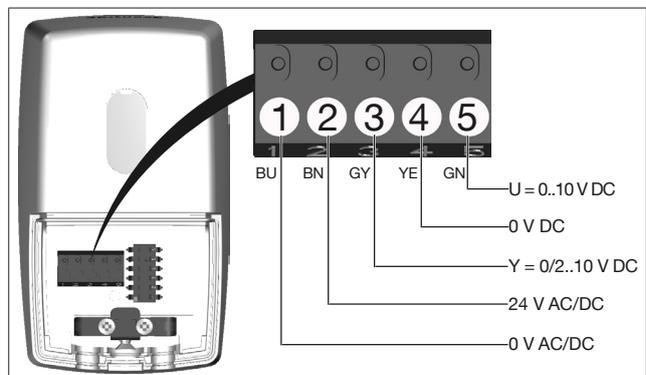

Fig. 5: Disposition des raccordements - réglage progressif
► Établir la disposition des raccordements (voir Fig. 5).
(1)	0 V AC/DC	bleu (BU)
(2)	24 V AC/DC	brun (BN)
(3)	0 V ou 24V AC/DC	gris (GY)